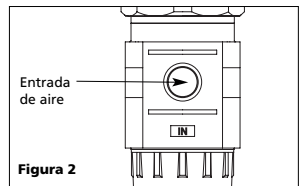

Figura 2
1. Ubique la entrada de aire (Vea la Figura 2, detalle). El aire debe fluir en la dirección indicada para que esta unidad pueda trabajar correctamente.